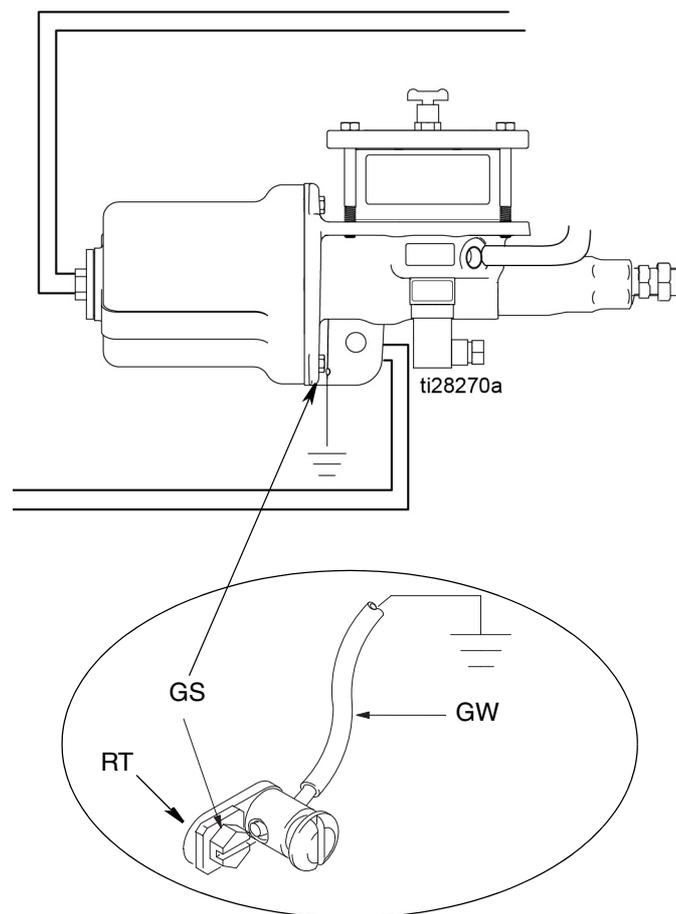

FIG. 2
Raccordement de la pompe à la terre: Retirer la vis de mise à la terre (GS) située au dos de la base de la pompe et l'insérer dans l'œillet de la cosse à anneau (RT) à l'extrémité du fil de terre (GW). Reposer la vis de mise à la terre (GS) sur la pompe et bien la serrer. Raccorder l'autre extrémité du fil de terre à une véritable prise de terre. Voir FIG. 2.